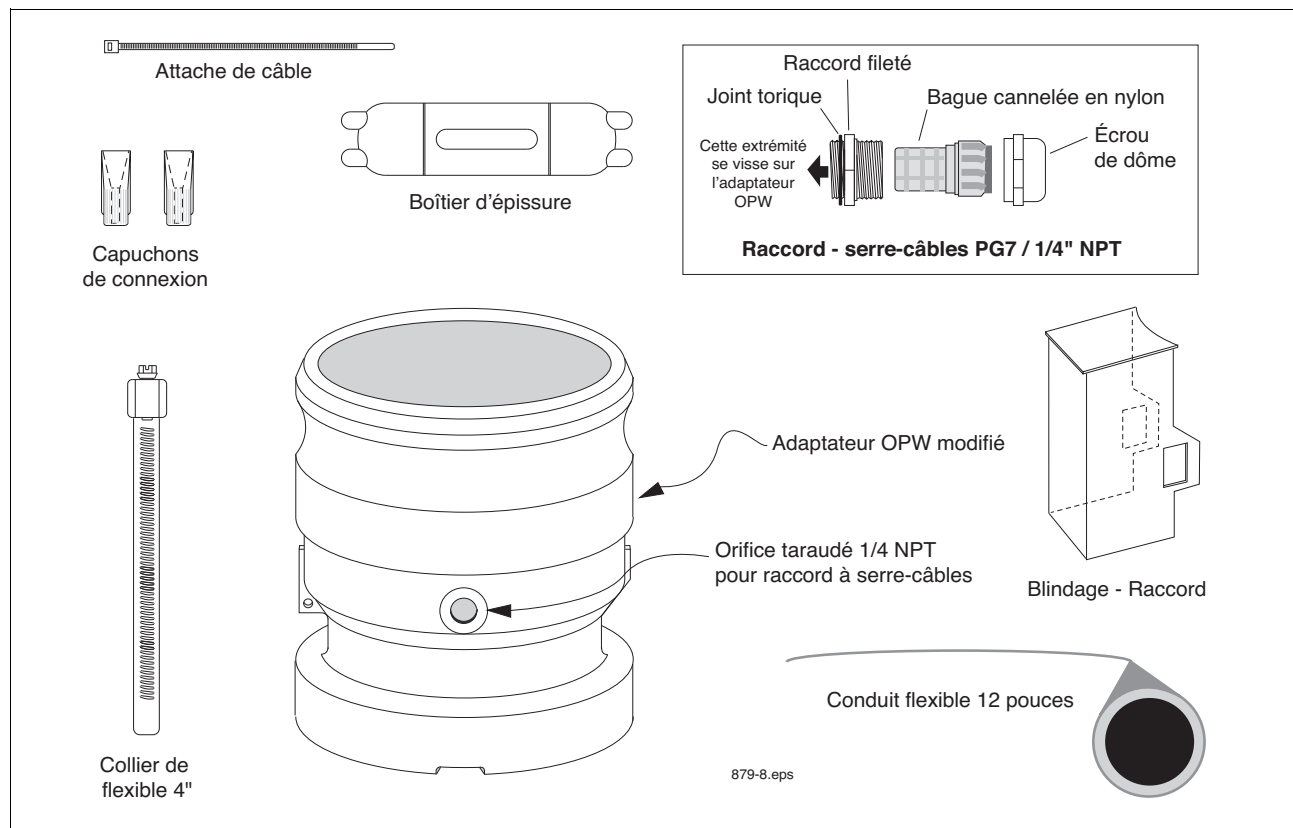

Figure 11. Extracteur de vapeur de sonde Mag avec kit d'installation d'adaptateur de couplage
Ce kit contient les pièces nécessaires pour installer une sonde Mag dans un tuyau ascendant d'extraction de vapeur avec adaptateur de couplage (pièces référencées dans le Tableau 7 et illustrées à la Figure 11) :
10. Faites glisser le raccord à serre-câbles PG7 (côté joint torique en premier) sur le câble et vissez-le dans l'orifice taraudé dans l'adaptateur de couplage (voir Figure 11 à la page 20 pour l'assemblage correct du serre-câbles PG7). Serrez - **veillez à éviter tout serrage excessif**. Faites glisser l'écrou en dôme du raccord PG7 vers le bas du câble, et serrez bien sur le raccord PG7 afin que le câble reste bien en place. **Veillez à nouveau à éviter tout serrage excessif**.